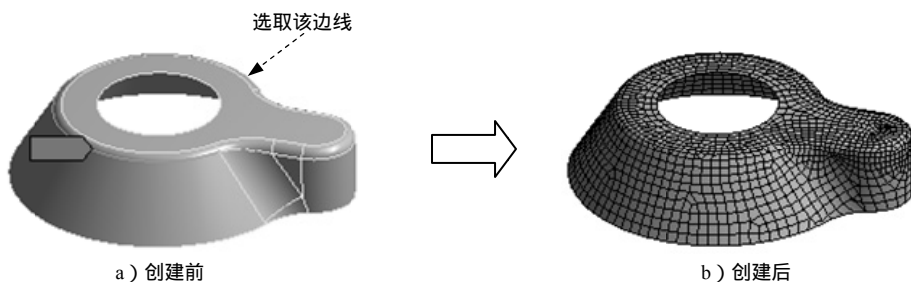

图 4.3.23 划分网格
用于设置单元段数，系统根据设置的单元段数对定义边进行网格划分。下面以图 4.3.23 所示的模型为例，介绍其操作过程。
- 步骤 03** 定义划分对象。选取图 4.3.23 所示的模型边线为对象，并在 **Geometry** 后的文本框中